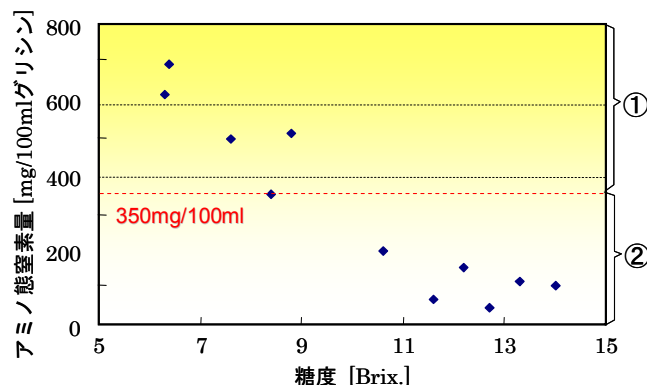

図 2. 果汁のアミノ態窒素含量と発酵 6 日目の糖度
- 2) 窒素含量が、グリシン換算で 350mg/100ml 以上 (①) あれば発酵はスムーズに終了した (図 2)。